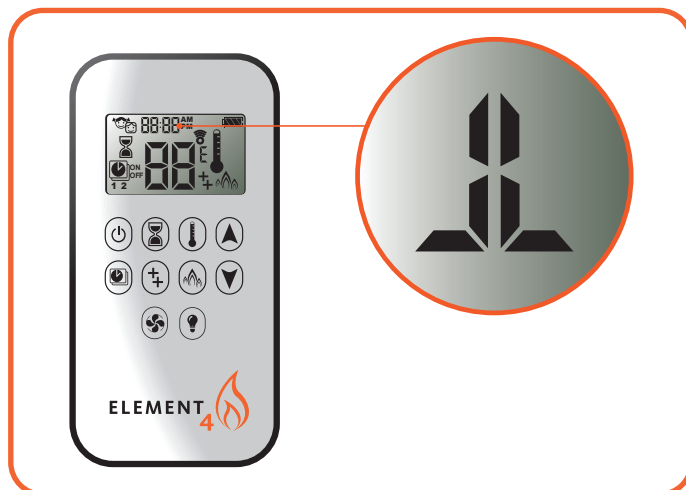
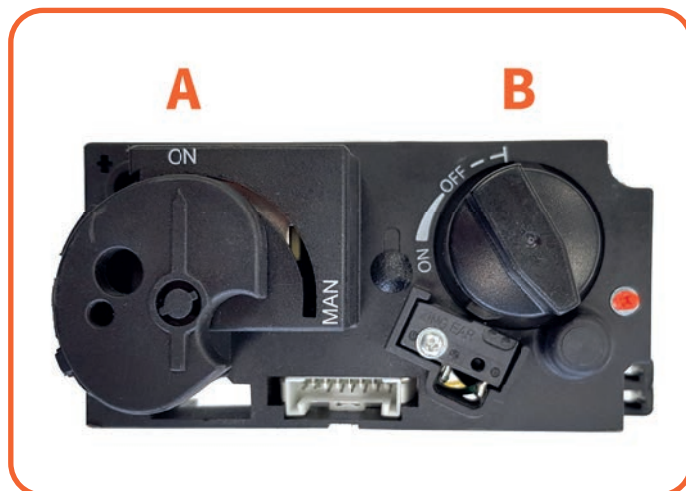

Fig. 4.1 - Telecomando e simbolo di accensione
Fig. 4.3 - Accensione del bruciatore principale
L'unità viene gestita da un telecomando (Fig. 4.1) o il Element4 Puck. L'accensione, la regolazione dell'altezza delle fiamme e lo spegnimento vengono effettuati tramite un telecomando dotato di ricevitore (Fig. 4.2) nel quadro di comando.
Controllare che la manopola di controllo (A) sia in posizione ON. **Fig. 4.3.** Premere il tasto on/off sul telecomando e tenerlo premuto (3-5 secondi) finché non si sentono due brevi bip. Il segno di accensione apparirà nella parte superiore dello schermo (Fig. 4.1). A quel punto, rilasciare il tasto. La procedura di accensione è avviata.
Dopo aver avviato la fiamma pilota, la manopola B ruoterà automaticamente in senso orario e il bruciatore principale inizierà a bruciare. **Fig. 4.3.** Attendere sempre 5 minuti dopo aver spento la fiamma pilota prima di riaccenderla nuovamente.